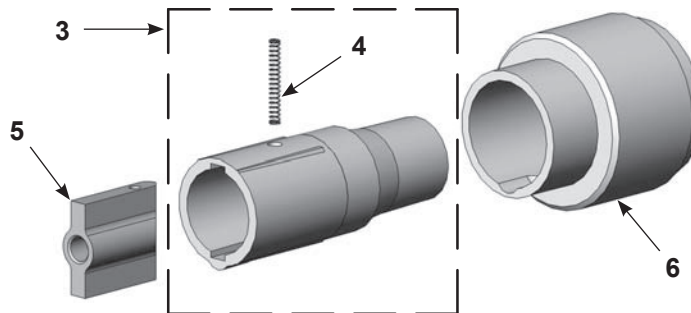

Figura 23 Conjunto del portaelectrodo SD
C. Consulte Figura 23 y la lista de piezas con las piezas de reparación para el kit opcional del conjunto del portaelectrodo Opciones SD.